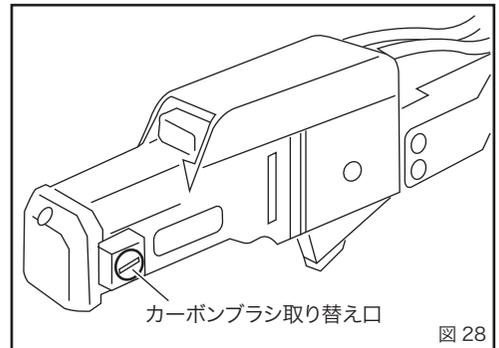

図 28
- ①カーボンブラシ取り替え口の蓋をマイナスドライバーなどで外して、中にあるカーボンブラシを交換してください。(図 28)